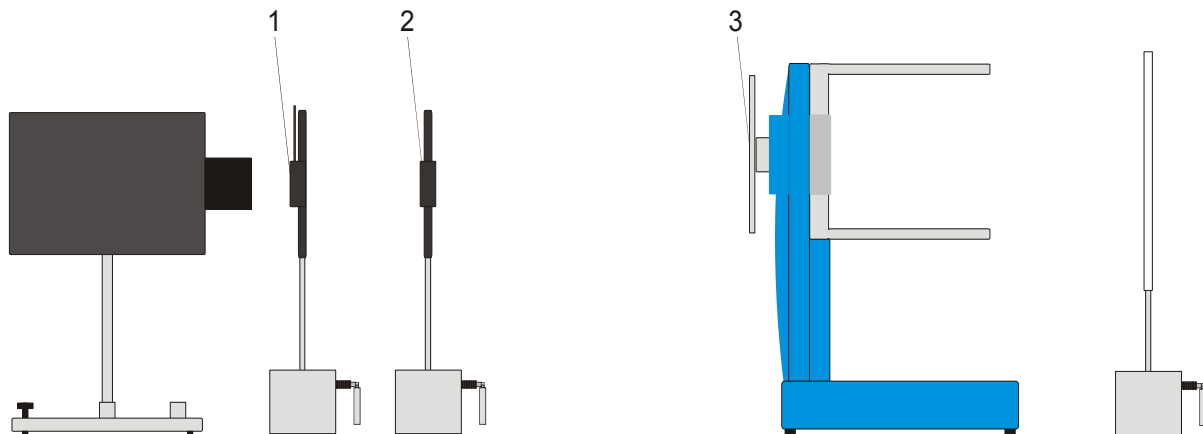

Fig. 1 Montagem da experiência, (1) diafragma, (2) lente, (3) grade
- Montagem da experiência conforme a fig. 1.